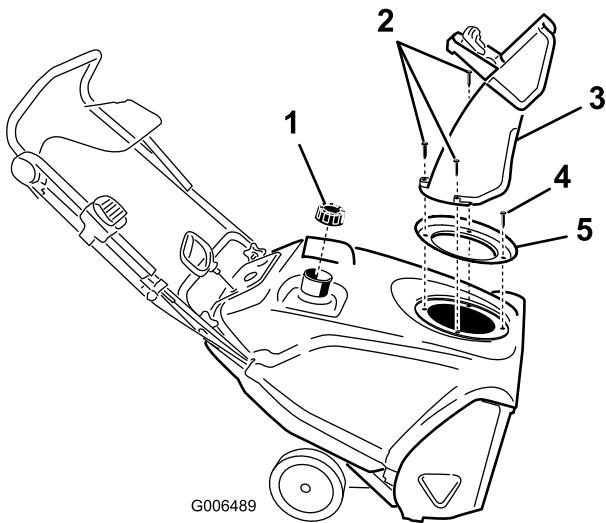

Figure 25
- Enlevez les 3 grandes et la petite vis pour pouvoir déposer l'éjecteur, la poignée de l'éjecteur et le joint de l'éjecteur (Figure 25).
4. Enlevez les 4 vis de fixation du carénage (Figure 25).